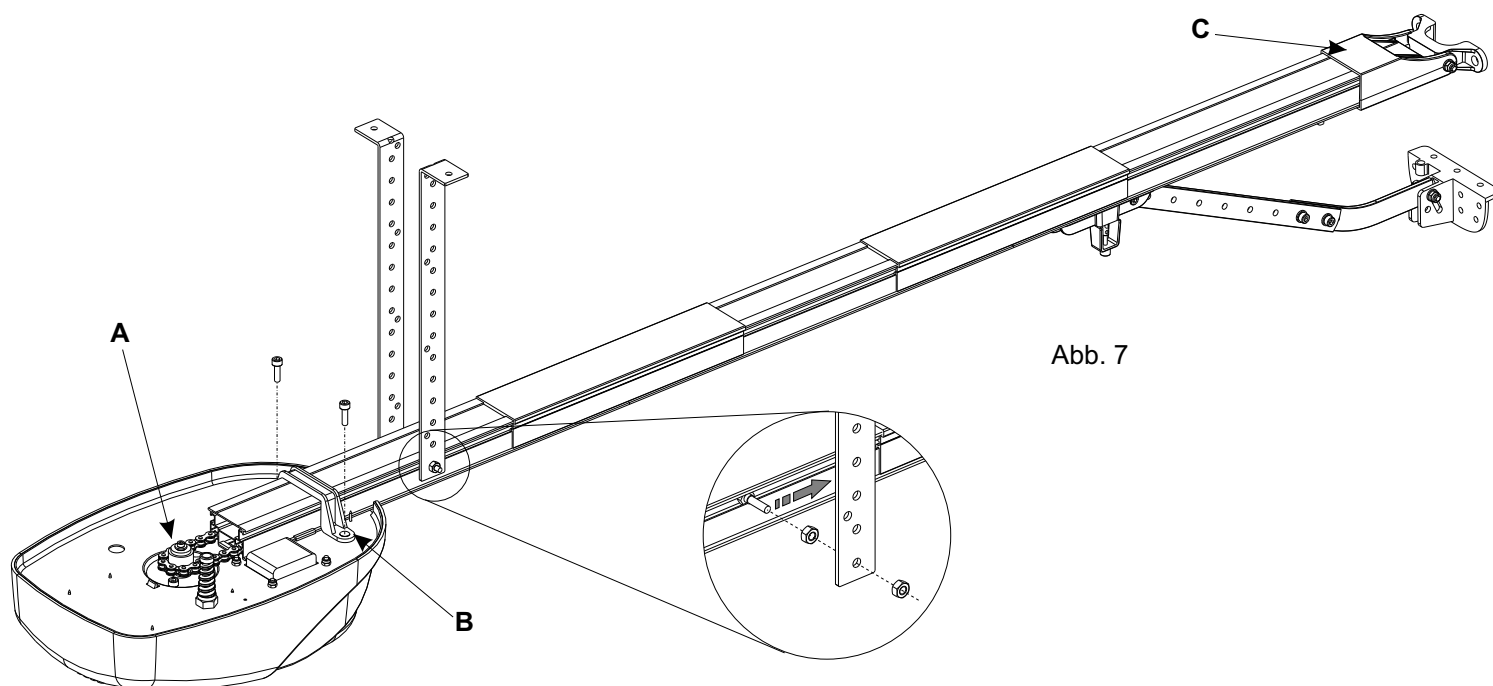

Abb. 7
Achtung: In Abb. 4 ist ein in den Spalten eingesetztes Schraubenpaar abgebildet, das zur Befestigung des CORONA-Antriebs an der Decke mit den zwei dafür vorgesehenen Schienen benötigt wird (Siehe auch Abb. 7).
- Sicherstellen, dass die Kette richtig auf dem Zahnrad des Corona-Antriebs eingesetzt ist. (Abb. 7 - A)
- Die Schiene auf dem Corona an den Anschlag bringen und mit dem dafür vorgesehenen Bügel befestigen. (Abb. 7 - B)
- Am anderen Ende der Schiene die Stütze der vorderen Befestigung anbringen. (Abb. 7 - C)